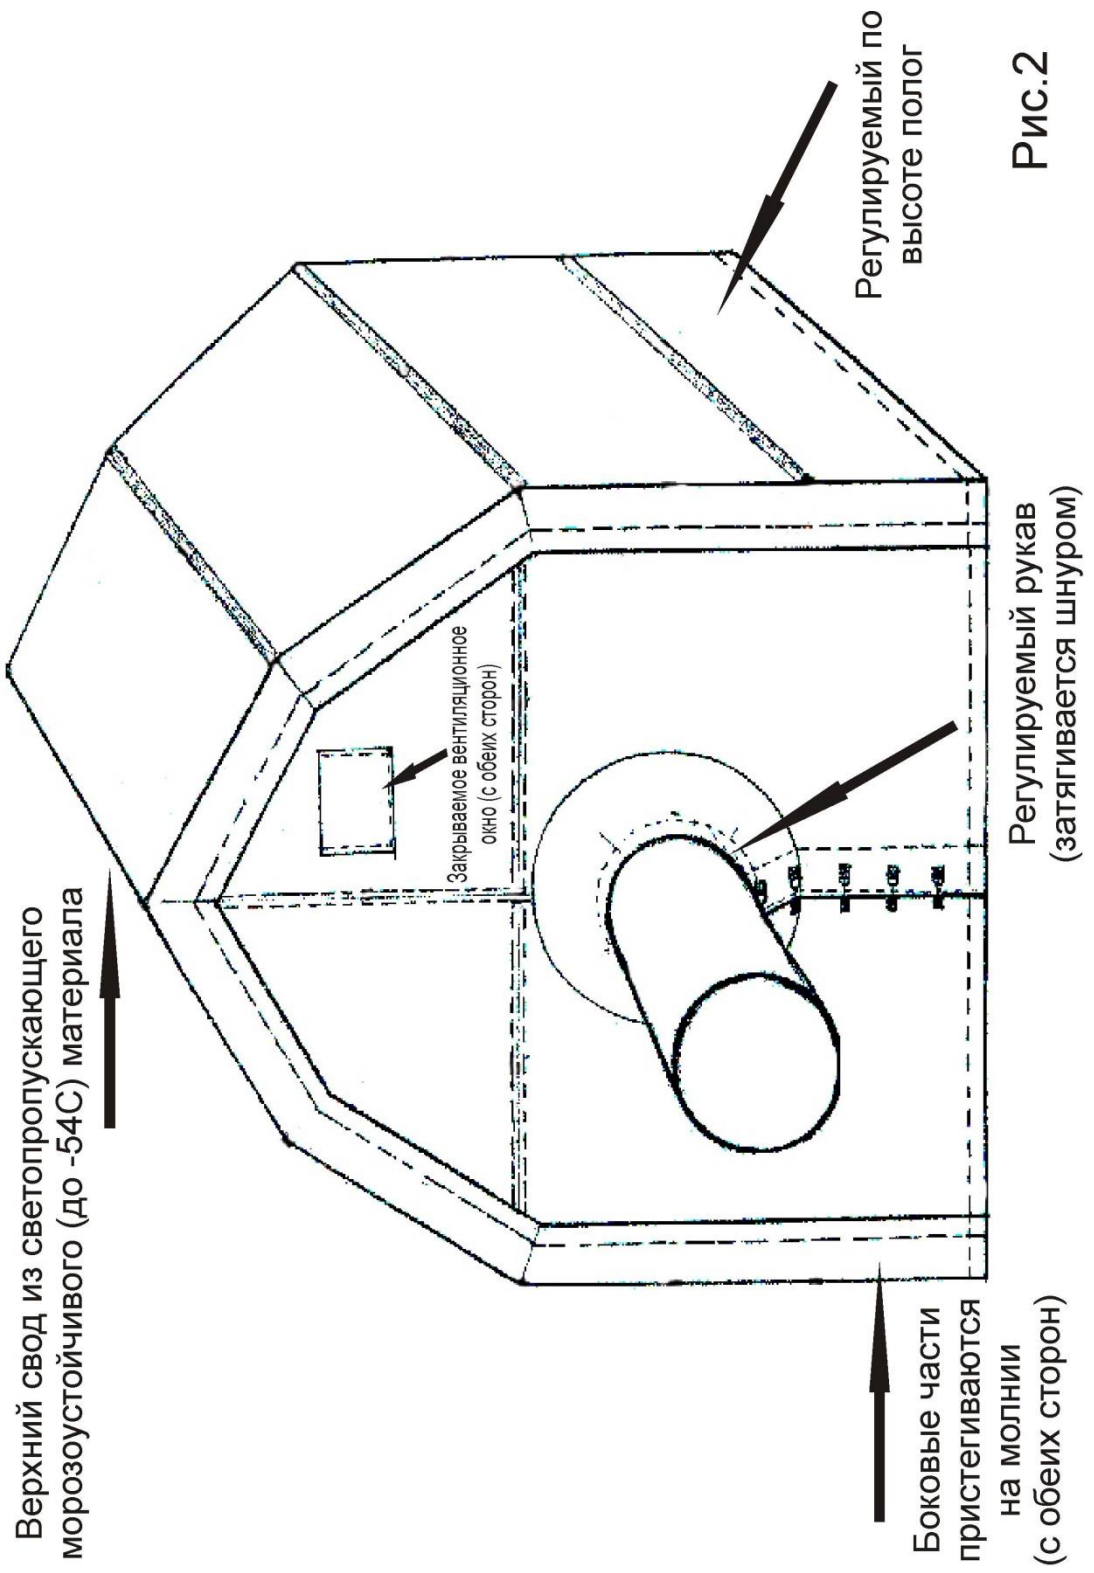

Рис.2
6. Натянуть на каркас верхнюю часть тента со светопропускающей вставкой и закрепить ремешками. Затянуть рукава с обеих сторон плотно к трубе и отрегулировать длину полога (**рис. 2**).